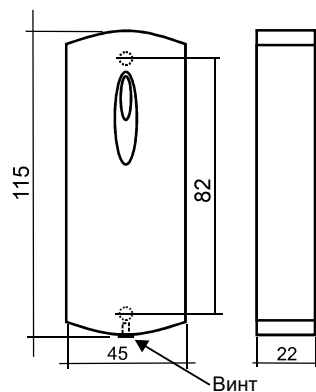

Рис. 1 Внешний вид и габаритные размеры считывателя.
- 1) Разместить и просверлить отверстия для крепления (см. Рис. 1).